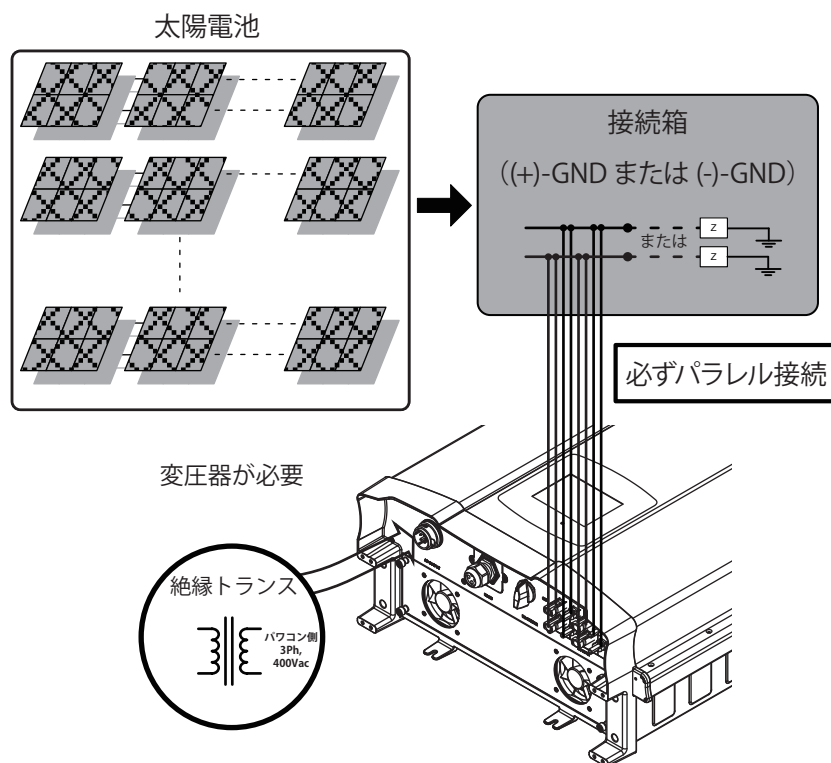

図 5-1 太陽光発電システムの配線図 (DC 側：プラス接地またはマイナス接地)
- [3] 太陽電池でプラス接地かマイナス接地を行う場合、まず DC 側の接続を並列にしてパワーコンディショナに接続したあと、AC 側に外部絶縁変圧器を取り付ける必要があります。図 5-1 を参照してください。